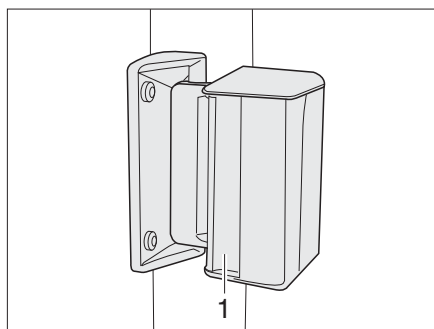

Fig. 15 Fenêtre coulissante
- Appuyer sur la poignée (Figure 15,1) et la pousser simultanément vers l'avant ou l'arrière.